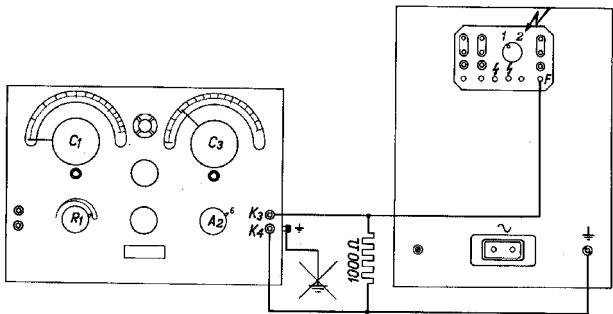

Fig.6
2. Straalmodulatie met behulp van den Philips toongenerator GM 2304 (zie fig. 6)